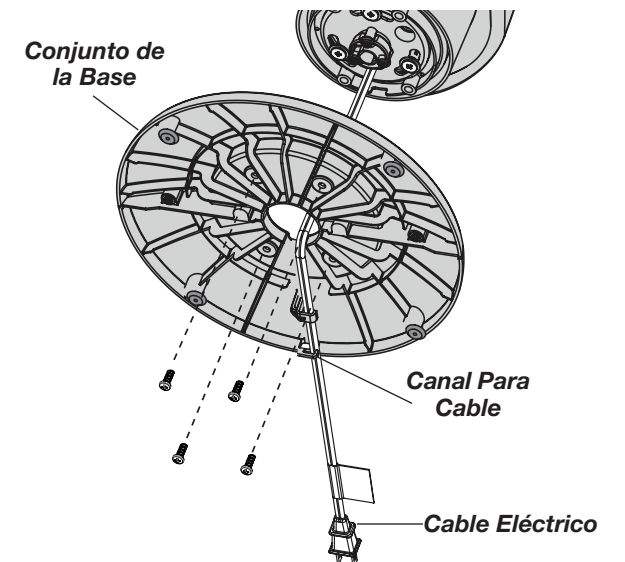

Figura 4
3. Alinee el **Conjunto de la Base** con el **Conjunto de Soporte de Columna**. Cerciérese de que la **Muesca de Ubicación** en el **Conjunto de Soporte de Columna** quede alineada con la **Llave** en el **Conjunto de la Base** (Figura 4). Una el **Conjunto de la Base** al **Conjunto de Soporte de Columna** con (4) tornillos M5 X 13 mm. Jale suavemente el **Cable Eléctrico** para que no quede holgado, y colóquelo en el **Canal Para Cable** del **Conjunto de la Base**.